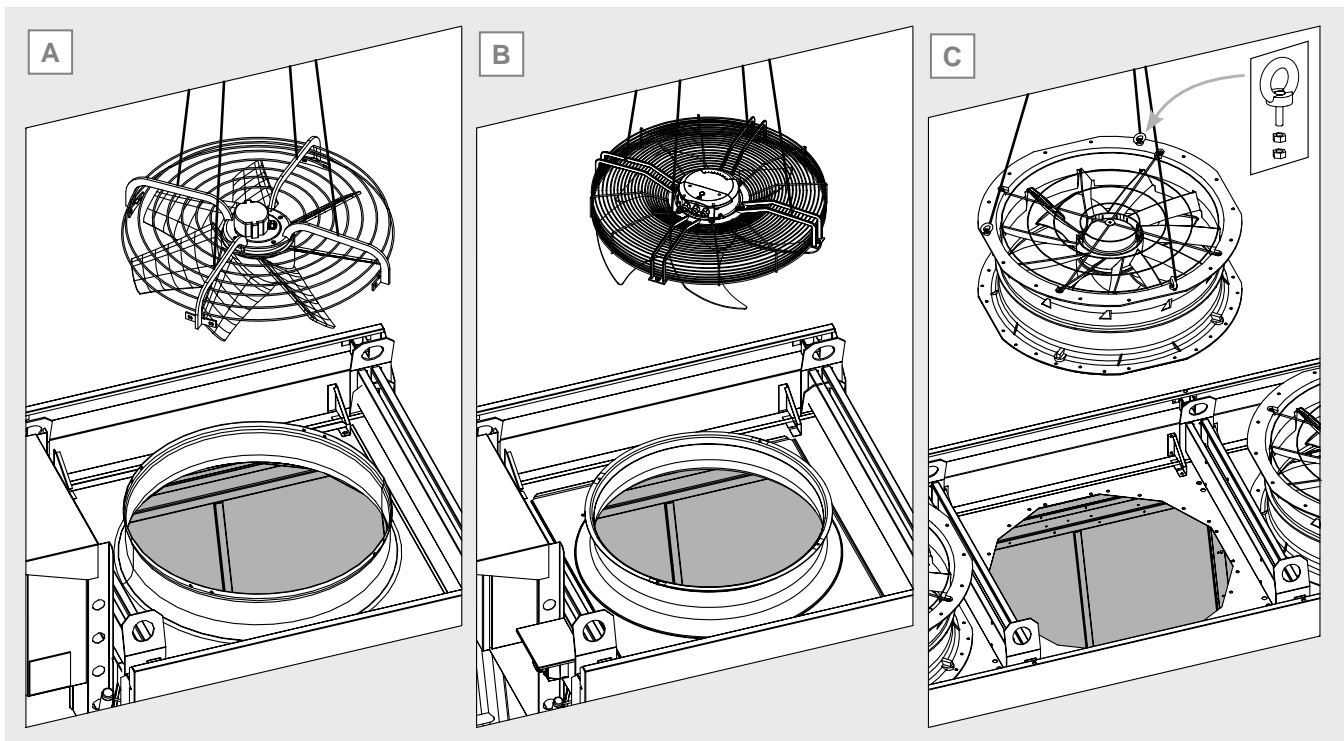

Figura 37
- Ventilador radial y planar: fije ganchos o correas de elevación a los brazos de la rejilla del ventilador. Véase la Figura 37 A y B.
- Ventilador con cubierta del ventilador integrada: fije al menos 3 cáncamos de elevación con tuerca y contratuerca a la brida superior del ventilador motorizado. Los cáncamos deben estar distribuidos uniformemente (por ejemplo, 120° si no hay 3 cáncamos). Fije ganchos o correas a las armellas. Véase la Figura 37 C.